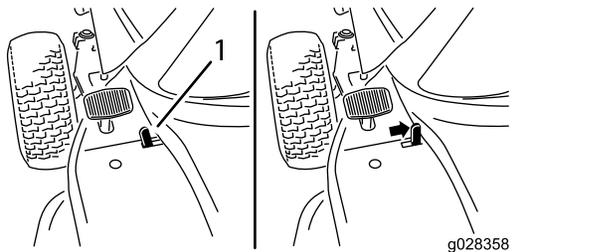

Figure 6
2. Déplacez le levier du frein de stationnement vers la droite (Figure 6).
2. Déplacez le levier du frein de stationnement vers la gauche (Figure 6).